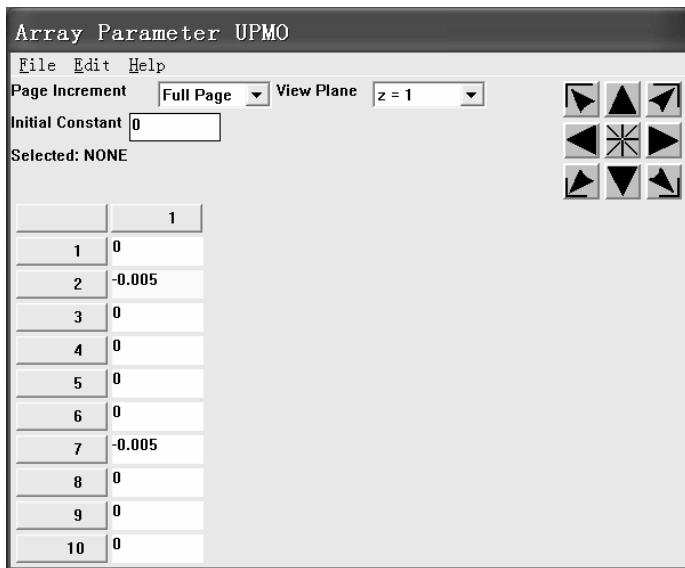

图 10-100 “Array Parameter UPMO”窗口
(20) 单击“Array Parameter DISX”窗口左上角的“File”下拉菜单，再单击下拉菜单中出现的“Apply”，再次单击“Array Parameter DISX”窗口左上角的“File”下拉菜单，接着单击下拉菜单中出现的“Quit”返回到“Array Parameters”窗口。
(21) 用鼠标左键单击选中“Array Parameters”窗口中的“UPMO”，然后单击“Edit...”按钮，弹出“Array Parameter UPMO”窗口（见图 10-100）。在“Array Parameter UPMO”窗口左下方的 10 个方框中依次填入“0”、“-0.005”、“0”、“0”、“0”、“0”、“-0.005”、“0”、“0”、“0”。